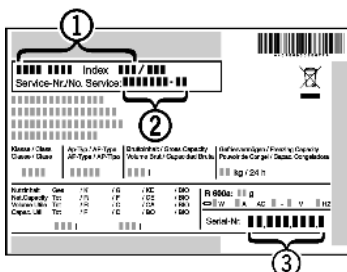

Fig. 10
► Apparaataanduiding Fig. 10 (1), service-nr. Fig. 10 (2) en serie-nr. Fig. 10 (3) van het typeplaatje aflezen. Het typeplaatje bevindt zich aan de linkerkant binnen in het apparaat.
- Contact opnemen met de Technische Dienst en het probleem, apparaataanduiding Fig. 10 (1), service-nr. Fig. 10 (2) en serie-nr. Fig. 10 (3) mededelen.